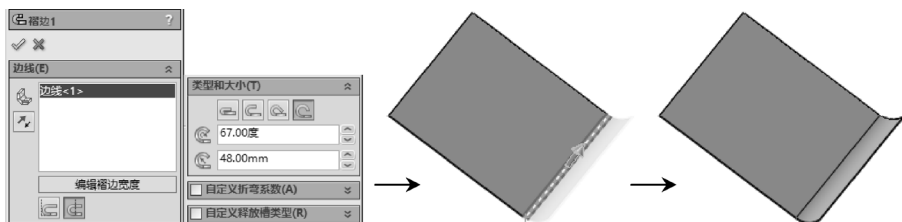

图 6-70 执行“褶边”操作
STEP 2 单击“钣金”工具栏中的“褶边”按钮，选择钣金件下边线，并设置“折弯在外”，且“褶边”类型为“滚轧”，角度为 67° ，半径为 48mm，如图 6-70 所示，创建好后挡板的基本钣金件。